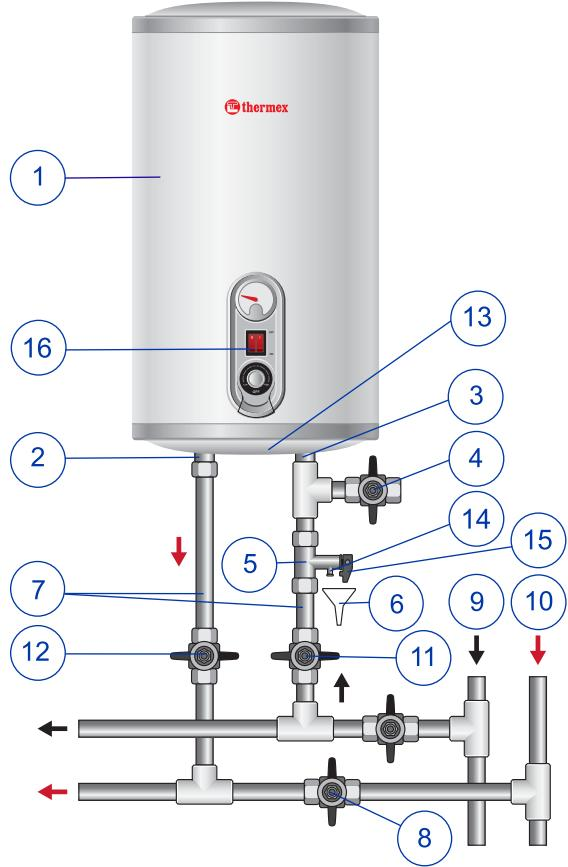

Рис. 1 Схема подключения ЭВН к водопроводу
4.1. Внешний корпус ЭВН выполнен из - ударопрочного пластика. Внутренний бак изготавливается из высококачественной нержавеющей стали с содержанием титана, что обеспечивает высокую коррозионную стойкость и, как следствие, длительный срок эксплуатации. Пространство между внешним корпусом и внутренним баком заполнено пенополиуретаном современной, экологически чистой теплоизоляцией, обладающей наилучшими характеристиками теплосбережения. Модели IR-V, IS-V, IQ-V имеют два резьбовых патрубка: для входа холодной воды (3, рисунок 1) с синим кольцом и выхода горячей воды (2) с - красным кольцом, а модели, IR-H, IS-H, IQ-H, оборудованы дополнительным дренажным патрубком (с красным кольцом, закрыт металлической заглушкой) для слива воды и промывки внутреннего бака.
4.3. Предохранительный клапан (5, рисунок 1) выполняет функции обратного клапана, препятствуя попаданию воды из водонагревателя в водопроводную сеть в случаях падения в последней давления и в случаях возрастания давления в баке при сильном нагреве воды, а также функции защитного клапана, сбрасывая избыточное давление в баке при сильном нагреве воды. Во время работы водонагревателя вода может просачиваться из выпускной трубы предохранительного клапана для сброса излишнего давления, что происходит в целях безопасности водонагревателя. Эта выпускная труба должна оставаться открытой для атмосферы и быть установлена постоянно вниз и в незамерзающей окружающей среде.
Подключение к водопроводной системе производится в соответствии с рис. 1 только при помощи медных, металлопластиковых или пластиковых труб, а также специальной гибкой сантехподводки. Запрещается использовать гибкую подводку бывшую ранее в употребление. Рекомендуется подавать воду в ЭВН через фильтр-гравийник, установленный на магистрали холодной воды (не входит в комплект поставки).
**Примечание:** для облегчения обслуживания ЭВН в процессе эксплуатации рекомендуется установка сливного вентиля (4) в соответствии с рис. 1 (для моделей, не оборудованных сливным патрубком (не входит в комплект поставки ЭВН)).
**Рисунок 1:** 1 – ЭВН, 2 – Патрубок горячей воды, 3 – Патрубок холодной воды, 4 – Сливной вентиль, 5 – предохранительный клапан, 6 – Дренаж в канализацию, 7 – Подводка, 8 – Перекрыть вентиль при эксплуатации ЭВН, 9 – Магистраль холодной воды, 10 – Магистраль горячей воды, 11 – Запорный вентиль холодной воды, 12 – Запорный вентиль горячей воды, 13 – Защитная крышка, 14 –Выпускная труба предохранительного клапана, 15 - Ручка для открывания предохранительного клапана, 16 – Панель управления.